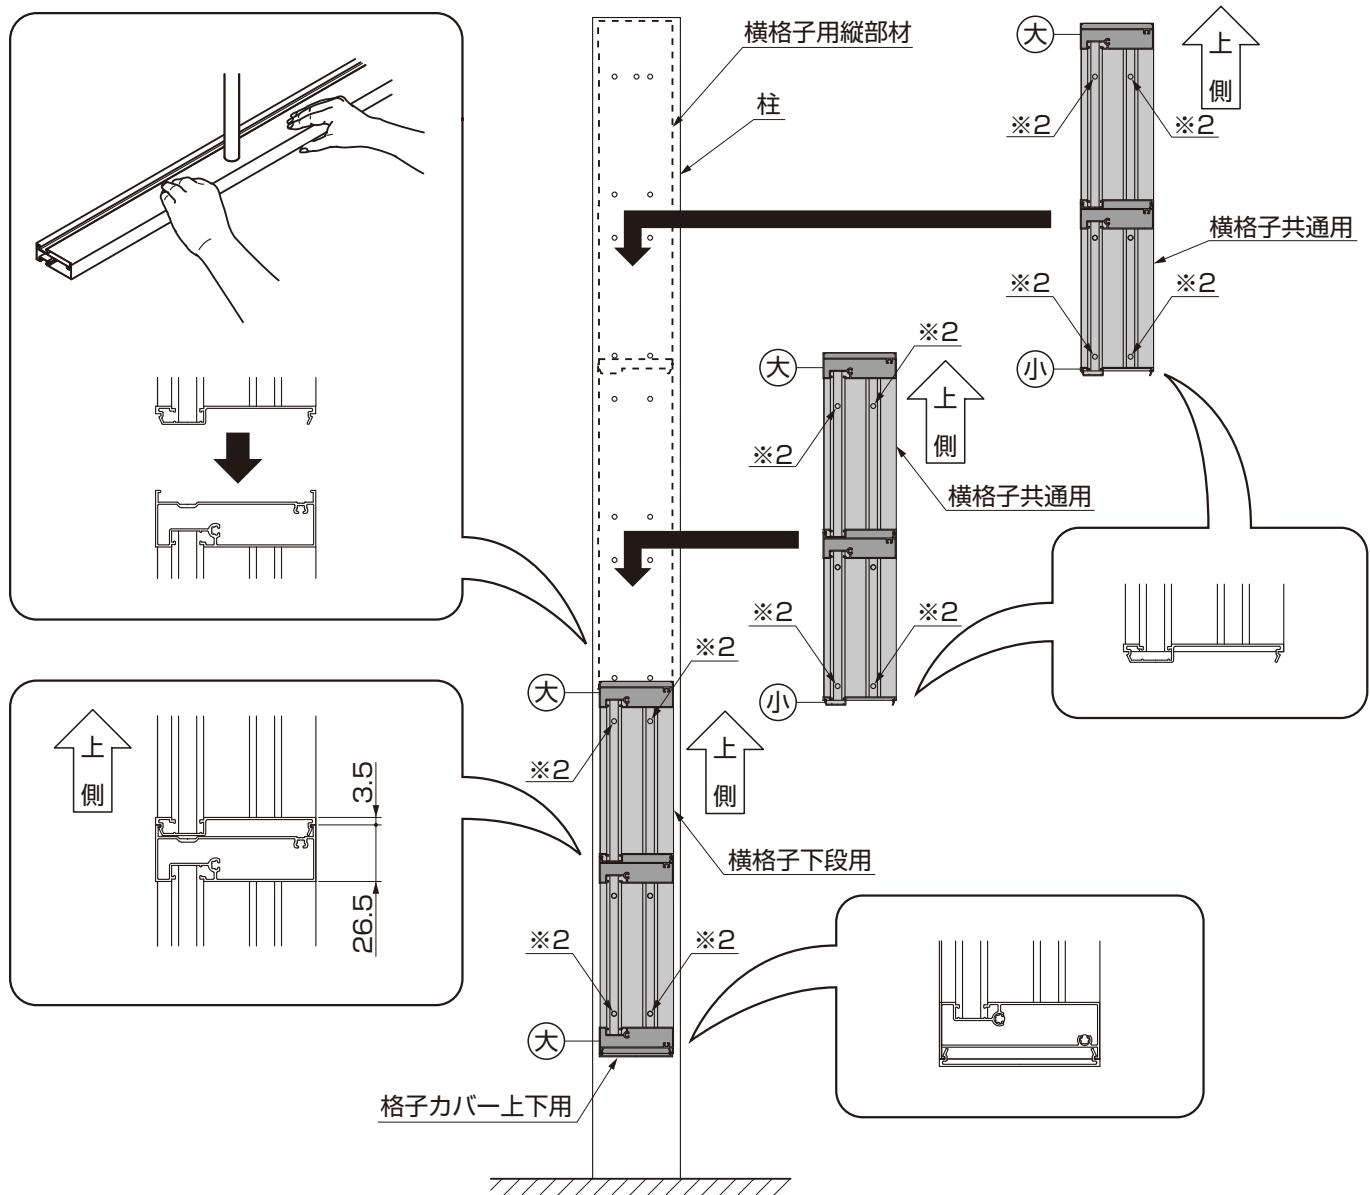

図5-8
- ② 横格子用縦部材に横格子下段用、横格子共用の順に【1-1】で取付け(※2)てください。
- 図5-8を参照して※2の位置へ固定してください。
- ③ 格子カバー上下用の一つを横格子下段用にはめ込んでください。